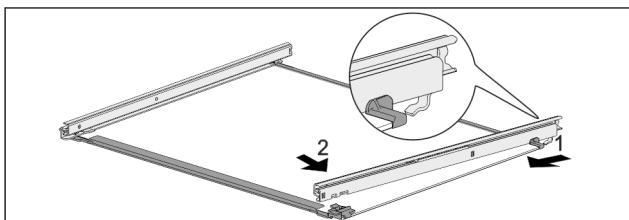

Fig. 41 Стъклена плоча с релси
- Закачете релсата отзад. Fig. 41 (1)
- Фиксирайте релсата отпред. Fig. 41 (2)